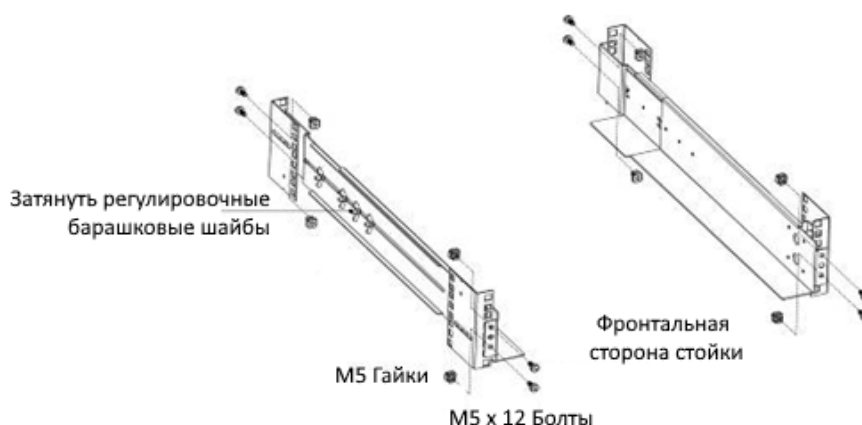

Рисунок 3-6. Крепление монтажного комплекта рельс
3. Зафиксируйте одну рельсу к передней направляющей стойки с помощью винта с потайной головкой и зажимной гайки. Прodelать то же самое на задней направляющей стойки (Рисунок 3-6).